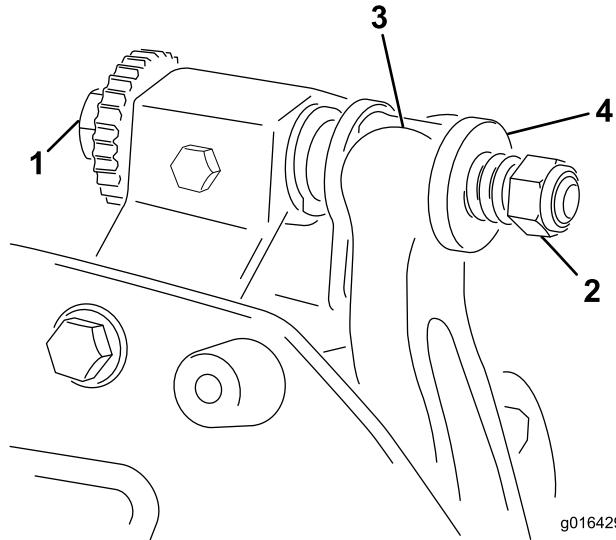

图 17
1. 逆时针旋转底刀架调节螺丝将底刀后撤离开滚刀 图 17。
2. 退出弹簧加压螺母直到垫圈不再对底刀架 图 17 施压。
1. 安装底刀架/底刀总成将安装吊耳固定在垫圈与底刀架调节螺丝之间图 17。